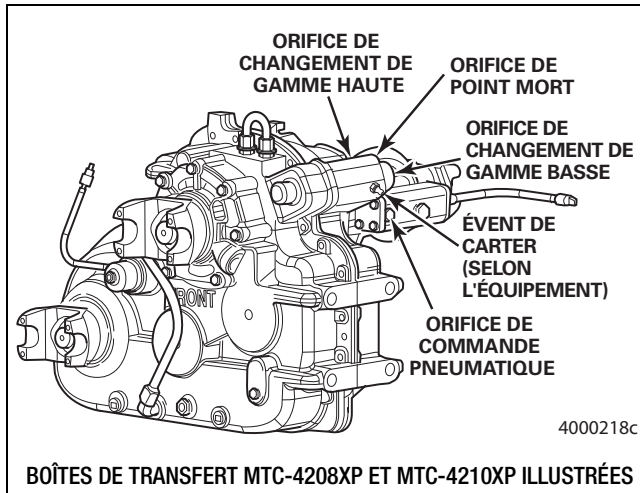

Figure 6.47
4. Appliquer une pression d'air d'au moins 60 lb/po2 (4 bar) au niveau de l'orifice de changement de gamme haute. Figure 6.47.
7. Appliquer une pression d'air d'au moins 60 lb/po2 (4 bar) au niveau de l'orifice de changement de gamme basse. Figure 6.47.
10. Si la boîte de transfert est équipée d'une prise de force, appliquer une pression d'air d'au moins 60 lb/po2 (4 bar) au niveau de l'orifice de point mort. Figure 6.47.